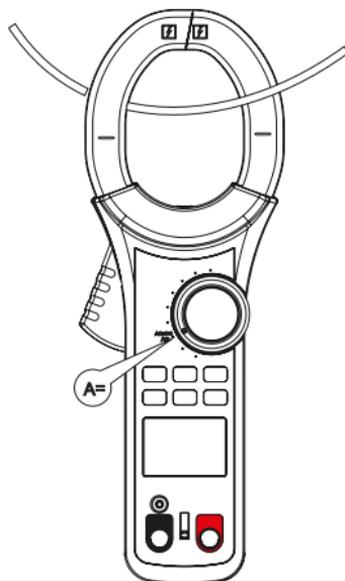

Рис. 11 Измерение постоянного тока
7.9 Измерение постоянного тока (рис. 11)
- Убедитесь, что измеряемый проводник находится по центру (рис. 11), в противном случае может возникнуть дополнительная погрешность $\pm 1,0\%$.